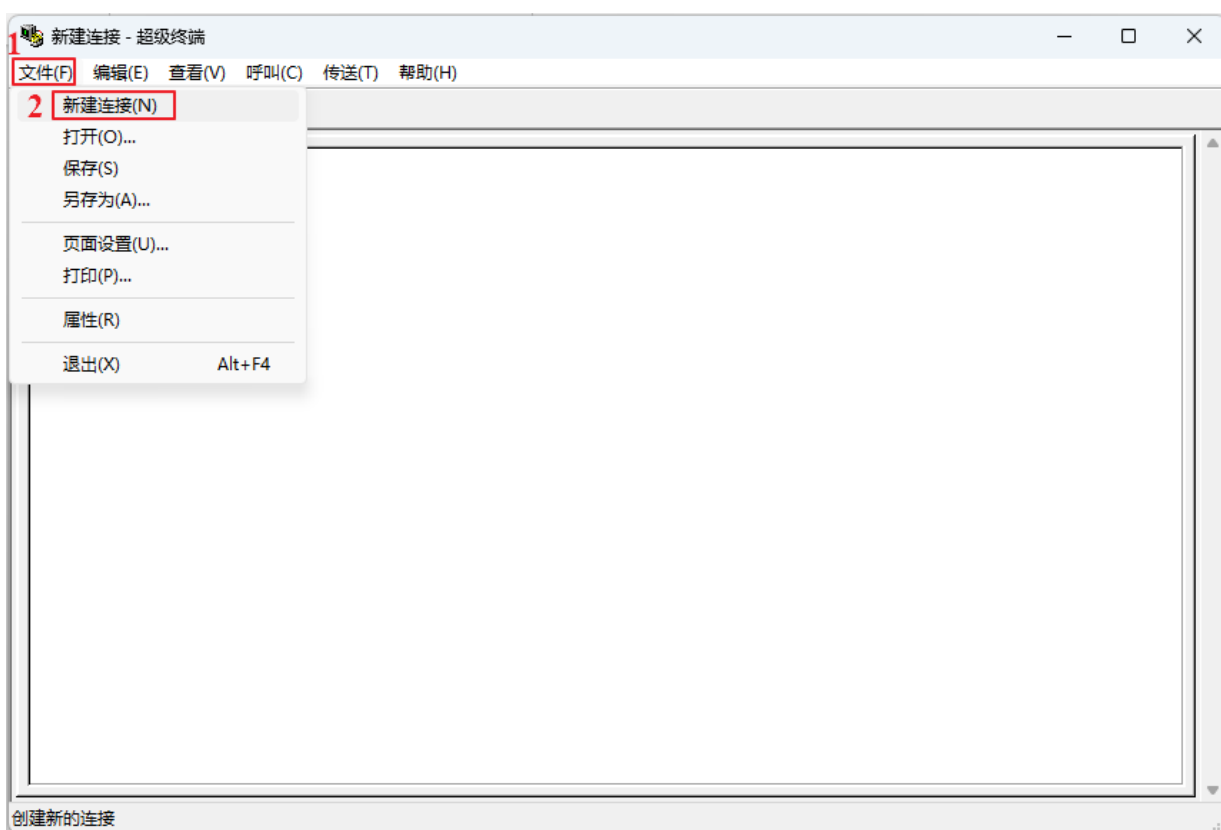

图 6-1 新建连接
Step1.打开软件，点击“文件-新建连接”，如图 6-1 所示；